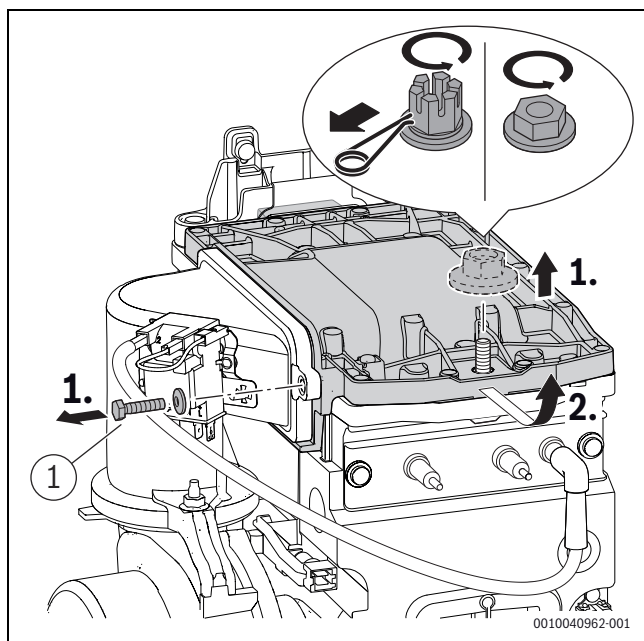

Fig. 38 Démontez le couvercle du brûleur
- Serrer la vis à gauche du capot de brûleur ([1], fig. 38) à $5,5 \pm 0,5$ Nm.